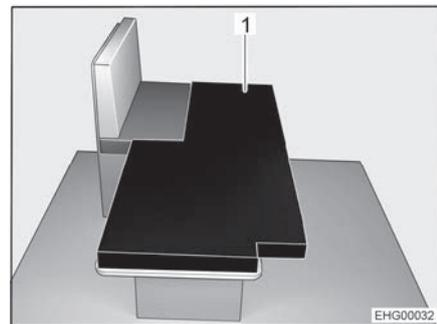

Fig. 44 Después de la transformación
- Colocar el cojín adicional (Fig. 44,1) en la mesa bajada del modo mostrado en la imagen.